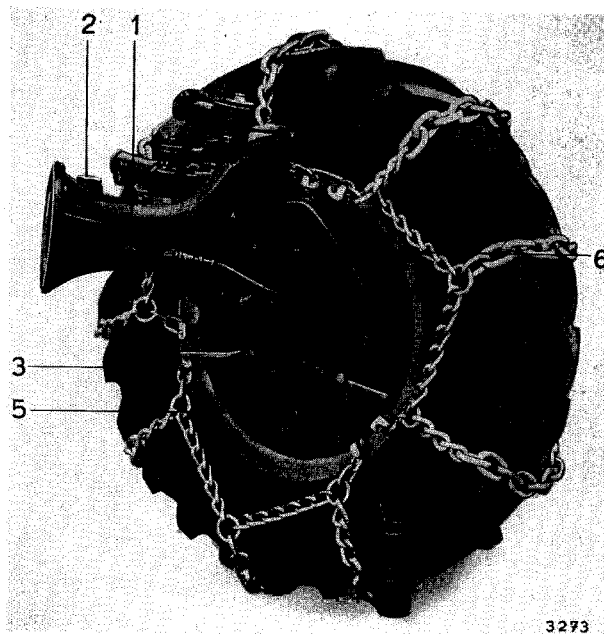

Fig. 12 Réglage du frein à pied
- Placer la clef à tube carré sur l'extrémité de la came de réglage, comme le montre la fig. 12.